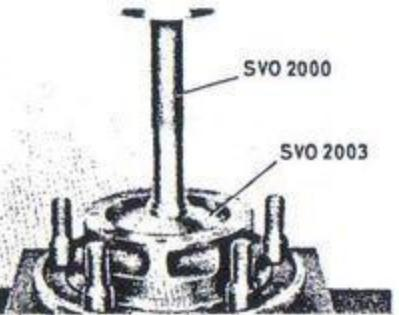

Bild 115. Montering av ytterring.
- Montera lagrets ytterring med dorn SVO 2003 enligt bild 115. Packa in lagren väl med fordonsfett 20. Lägg i inre lagret i navet och pressa i tätningsringen.